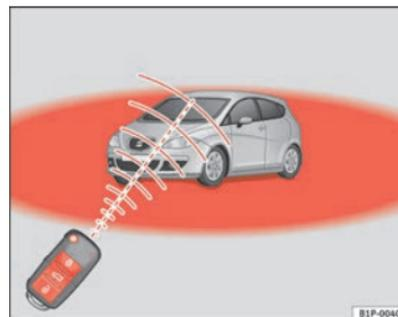

Fig. 64 Radio de acción del mando a distancia por radiofrecuencia
- El mando a distancia por radiofrecuencia funciona únicamente dentro de su radio de acción ⇒ página 107, fig. 64 (zona roja).